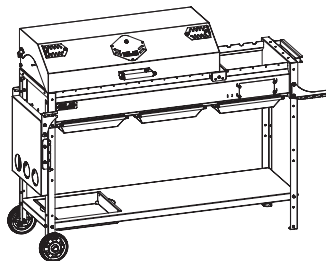

Рис. 39.
*При необходимости сложите боковой столик: приподнимите его и затем плавно опустите вниз (рис. 39).